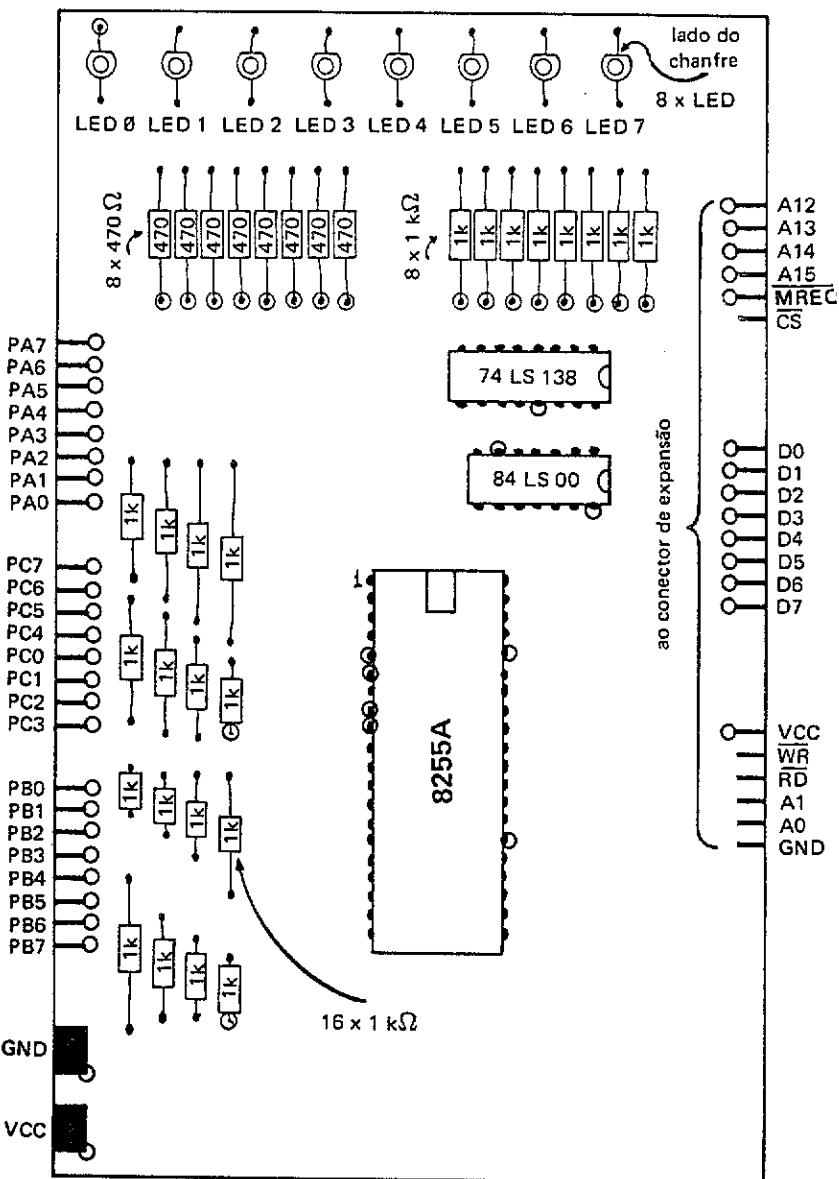

Fig. 7
Antes de tudo, prepare o circuito impresso de dupla face de acordo com as Fig. 5 + 6. A seguir, solde os componentes, observando que alguns pinos dos circuitos integrados e alguns resistores devem ser soldados em ambas as partes do circuito impresso. A posição dos componentes é indicada na Fig. 7, e depois da montagem confira com cuidado todo o trabalho feito.
5. Confira a posição dos circuitos integrados, observando o chanfre destes componentes, que devem coincidir com a Fig. 7.